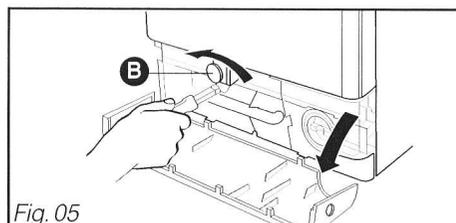

Fig. 05
– Dévissez, à l'aide d'une clé de 10, la vis de maintien de la bride "avant" **B** en plastique rouge (Fig. 05).